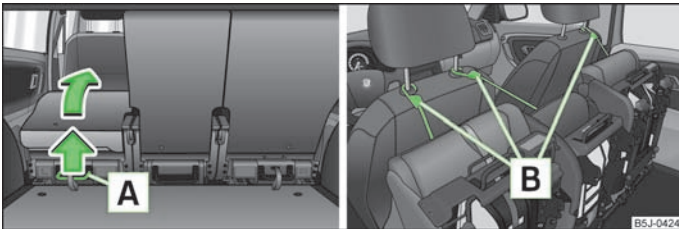

Abb. 38 Sitz komplett vorklappen / Vorgeklappte Sitze verriegeln
- › Den Hebel » Abb. 38 nach oben ziehen und danach den Sitz komplett vorklappen.
- › Den Hebel **A** » Abb. 38 nach oben ziehen und den Sitz komplett vorklappen.
- › Den vorgeklappten Sitz mithilfe des Befestigungsgurts **B** an einer Führungstange der Kopfstütze des vorderen Sitzes verriegeln » Abb. 38.